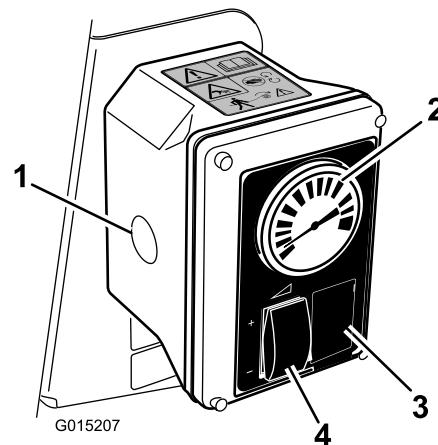

Figura 13
6. Ajuste el interruptor de control de caudal y el acelerador para aumentar o reducir la presión, dada por el manómetro, al ajuste deseado (Figura 13).